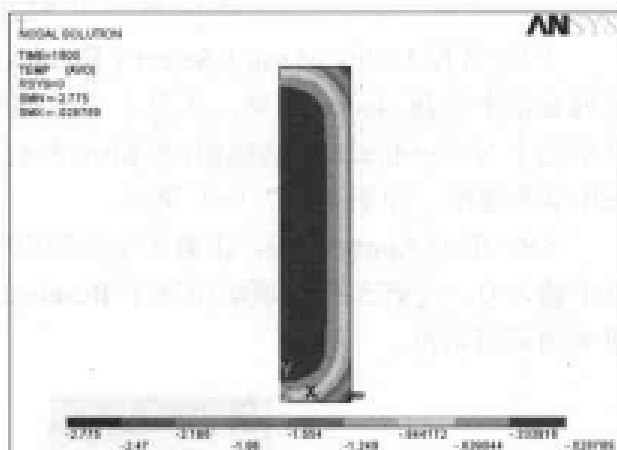

图 12-15 30 分钟后温度场分布等值线图
(2) 选择 Main Menu | General Postproc | Plot Results | Contour Plot | Nodal Solu 命令, 出现 Contour Nodal Solution Data 对话框, 选择 Nodal Solu | DOF Solution | Nodal Temperature 选项, 单击 OK 按钮, ANSYS 显示窗口将显示如图 12-15 所示的 30 分钟后温度场分布等值线图。